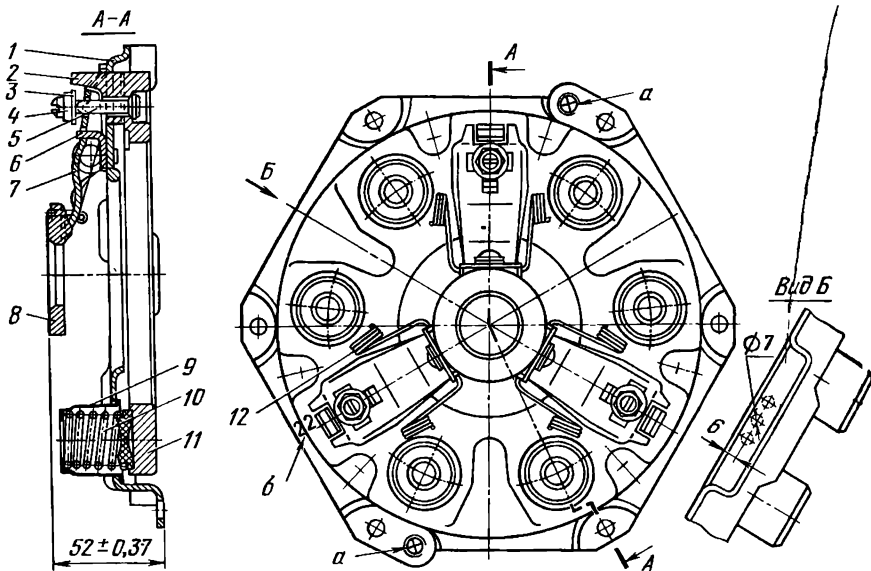
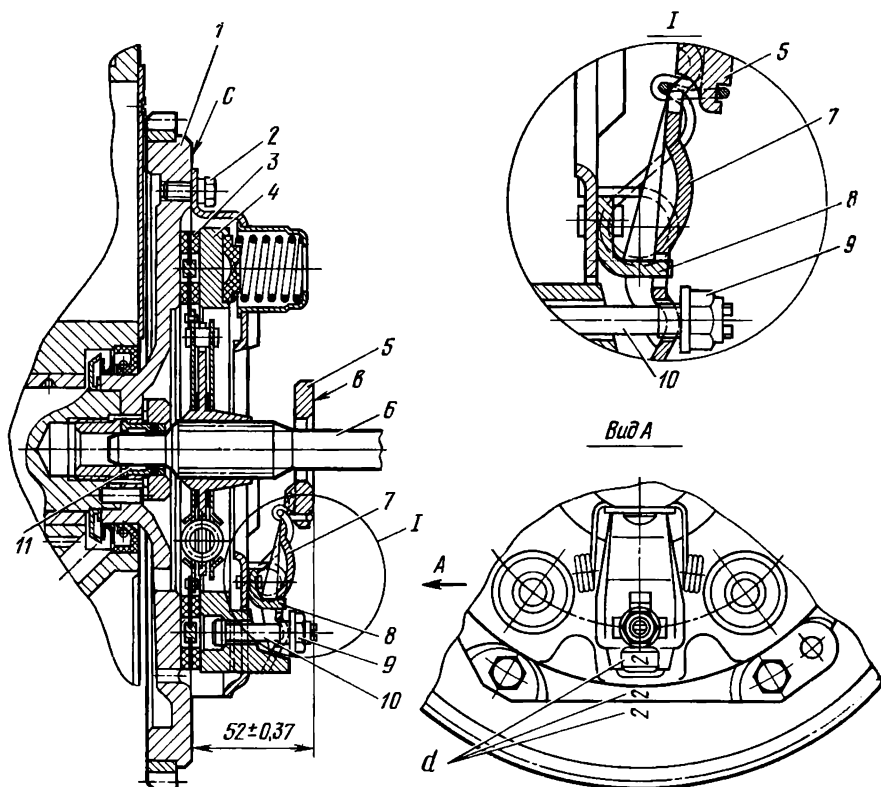

Рис. 101. Нажимной диск сцепления с кожухом в сборе:
Рис. 102. Установка ведомого диска сцепления с помощью оправки:
Для снятия сцепления необходимо: снять с автомобиля двигатель, убедиться в наличии меток на маховике и кожухе сцепления, определяющих их взаимное расположение, и снять сцепление; перед разборкой сцепления очистить от пыли и грязи, убедиться в наличии меток, определяющих взаимное расположение кожуха и нажимного диска для установки их по меткам при последующей сборке; установить нажимной диск в сборе с кожухом на специальное приспособление (рис. 100); распилить буртики регулировочных гаек 4 (рис. 101), вдавленные в пазы пальцев 5; с помощью ключа и отвертки отвернуть регулировочные гайки 4, снять опорные шайбы 3,
пяту 8, рычаги 7 и пружины 12; отвернуть рукоятку 5 приспособления (см. рис. 100), снять скобу 4, кожух 1 (см. рис. 101), стаканы 9, нажимные пружины 10 и термоизоляционные прокладки 11; для снятия вилки выключения сцепления, установленной на оси, крепящейся на опорах картера сцепления, необходимо снять с оси пружинное кольцо и шайбу; отвернуть гайку, снять шайбу, выбить клин, фиксирующий вилку на оси, извлечь ось вилки из опор картера сцепления и снять вилку выключения сцепления.
**Нажимной диск.** Нужно проверить рабочую поверхность диска. При обнаружении задиров, забоин, кольцевых рисок, следов износа, а также при короблении диска рабочую поверхность необходимо шлифовать. При этом следует помнить, что при шлифовании уменьшается толщина нажимного диска и в связи с этим уменьшается суммарное рабочее усилие пружин 10 (см. рис. 101). Для сохранения этого усилия при сборке сцепления необходима установка дополнительных шайб между торцами прокладок 11 и опорными площадками нажимного диска. Толщина шайб должна быть равна толщине снятого при шлифовании слоя металла. Рабочие поверхности нажимных рычагов 7, упорных стоек 6, опорных шайб 3 не должны иметь износа более 0,2 мм. При большем износе изношенные детали заменяют.
то положение вилки на оси, гайку крепления клина следует затянуть моментом  $2,0...2,5 \text{ кгс} \cdot \text{м}$ . Ось вилки должна иметь осевое перемещение в пределах  $0,1...0,5 \text{ мм}$ , которое обеспечивается подбором черных шайб перед установкой стопорного кольца. Сборка нажимного диска с кожухом производится с использованием приспособления (см. рис. 100). Перед сборкой черные поверхности шайб 3 (см. рис. 101) упорных стоек 6, рычагов 7 и пяты 8 необходимо смазать смазкой № 158. Предварительно нужно отрегулировать положение пяты [размер  $(52 \pm 0,37) \text{ мм}$ ]. При этом регулировочные гайки 4 не стопорить. После снятия сцепления с приспособления производят его прокачку, нажимая на пята при помощи рычажного или шпинтового пресса. Ход пяты при этом должен быть  $11 \text{ мм}$  при проведении не менее 150 циклов. Устанавливают оправку 6 (рис. 102) и подшипник 11, а на шлицы оправки — ведомый диск сцепления. При установке нажимного диска метки *d* на маховике и кожухе должны быть совмещены. Крепление сцепления на маховике производится болтами 2, затянув их моментом  $1,6...2,0 \text{ кгс} \cdot \text{м}$ . Окончательная регулировка положения пяты 5 производится с использованием приспособления (см. рис. 86). Размер  $(52 \pm 0,37) \text{ мм}$  и параллельность плоскости *b* пяты относительно плоскости *c* маховика осуществляются с помощью регулировочных гаек (см. рис. 102). При регулировке рычаги 7 необходимо сдвинуть в крайнее положение упора в стойки 8. Биение плоскости *b* допускается не более  $0,1 \text{ мм}$ . После регулировки следует зафиксировать клещами (рис. 103) регулировочные гайки 2, вдавив бурт на гайках в продольную прорезь на торцах пальцев 3.